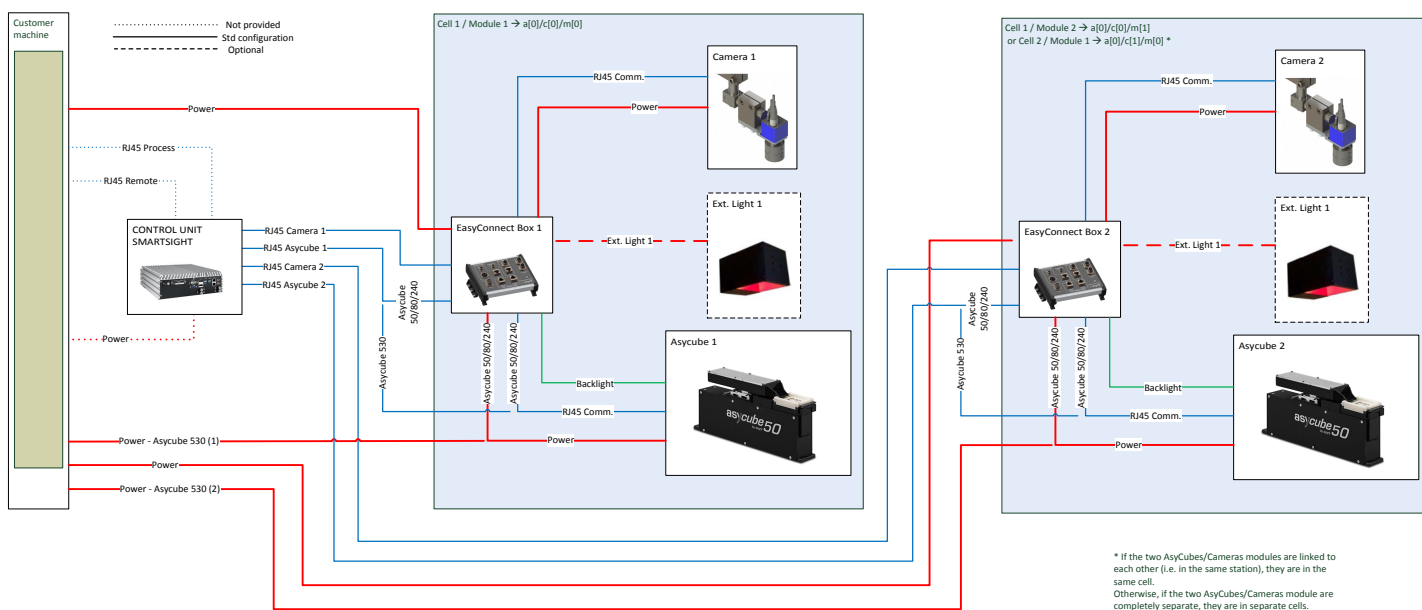

Abbildung 2-8: Allgemeines Schema einer doppelten Basiskonfiguration
- Doppelte Basiskonfiguration (Abbildung 2-8)